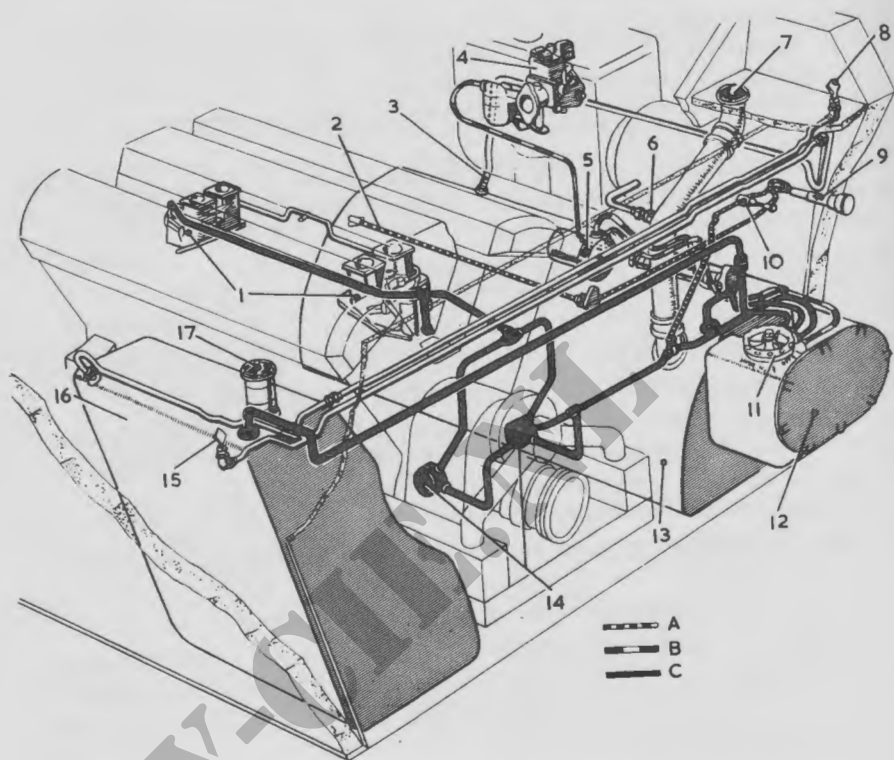
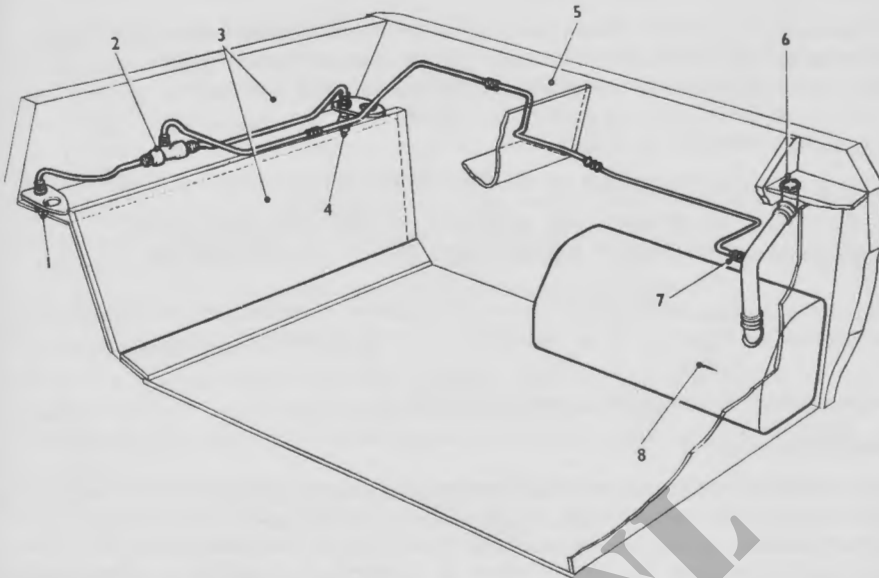

Fig. 17. Brandstofinstallatie
Fig. 19. Brandstofleidingen en aansluitingen van de Mono-trailer
BESCHRIJVING (fig 17).
Twee mechanisch aangedreven brandstofpompen zijn onder de magneten geplaatst (fig 17 nr 14). Ze zijn vanuit de gevechtsruimte te bereiken, nadat de afneembare plaat van het tussenschot is verwijderd. Ze zijn ook te bereiken via het inspectiedeksel voor de oliepomp, in de bodem van de romp.
De brandstofslangen van de aanhangwagen worden aangesloten dmv snel lossende koppelingen (fig 19 nr 1 en 4). De koppelingen zijn aangesloten op een T-stuk, van waar af een enkele leiding loopt naar de linker brandstoftank. De leiding eindigt in de vulbuis van de linker tank (fig 17 nr 6).
De brandstofkraan (fig 17 nr 11), maakt deel uit van een gecombineerde kraan- en filtereenheid. Deze eenheid is onder de luchtinvoer tegen het tussenschot in de gevechtsruimte gemonteerd.
De bedieningsknop van de inspuitpomp (fig 17 nr 9) bevindt zich in de linkerbovenhoek van het tussenschot in de gevechtsruimte. Door het indrukken van deze knop wordt fijn verstoven brandstof in de inlaatspruitstukken gespoten. Dit kan nodig zijn om bij zeer lage temperaturen de motor aan het lopen te krijgen, wanneer dit met behulp van de choke niet mogelijk blijkt.
**129. De zelf-sluitende klep (fig 17 nr 10)**